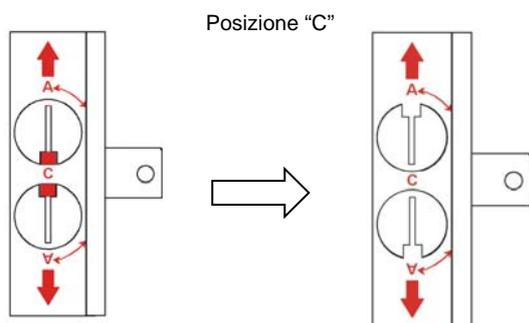
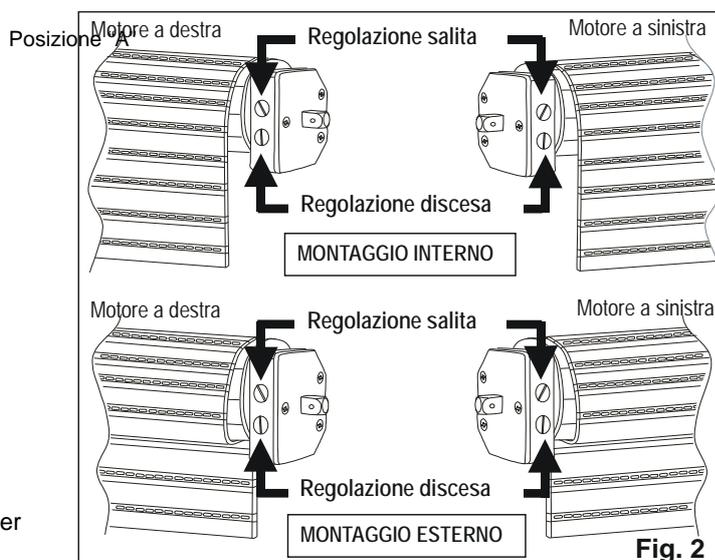

Fig.1
Fig. 2
- 1) Portare entrambe le viti di regolazione nella posizione di arresto manuale, ovvero ruotare le viti di 180° finché la tacca non si trova in corrispondenza del punto "A" fig.1. (NB i motori sono predisposti in fabbrica con le viti di regolazione in posizione "C")
- 4) Riportare la vite di regolazione del fine corsa **inferiore** dalla posizione di arresto manuale (punto "A") alla posizione di arresto automatico (punto "C" fig.1). Per determinare quale vite ruotare scegliere tra i quattro esempi di fig.2 quello corrispondente alle proprie esigenze.
- 7) Riportare la vite di regolazione del fine corsa **superiore** (v. fig.2) dalla posizione di arresto manuale (punto "A") alla posizione di arresto automatico (punto "C").